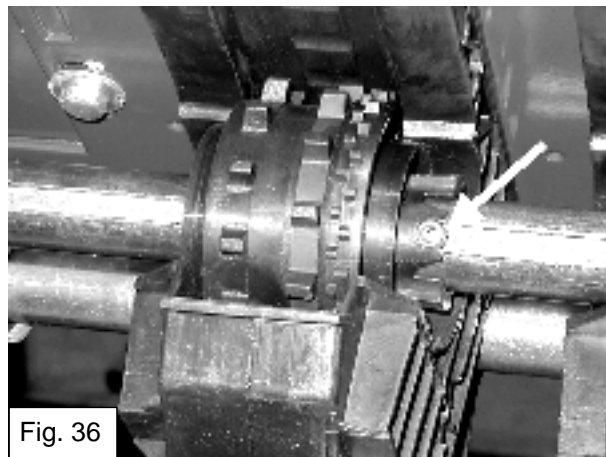

Fig. 36
- Smontare il perno del distributore a denti prescelto estraendolo con un oggetto acuminato (fig. 36).